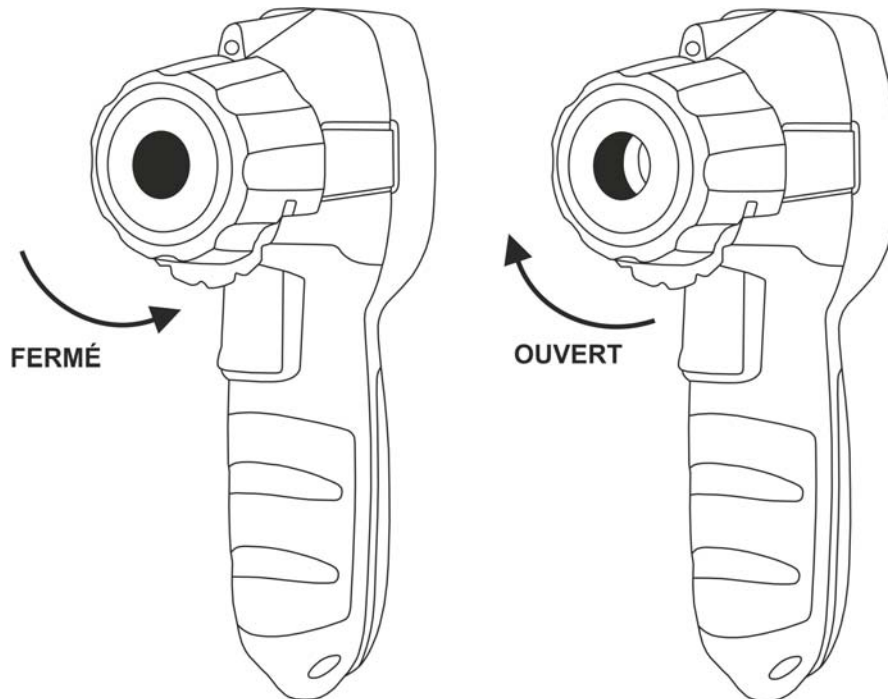

Fig. 14: Ouverture de la bague de protection
3. Tourner la bague de protection (voir Fig. 1 – partie 3) pour ouvrir l'objectif (voir Fig. 14).